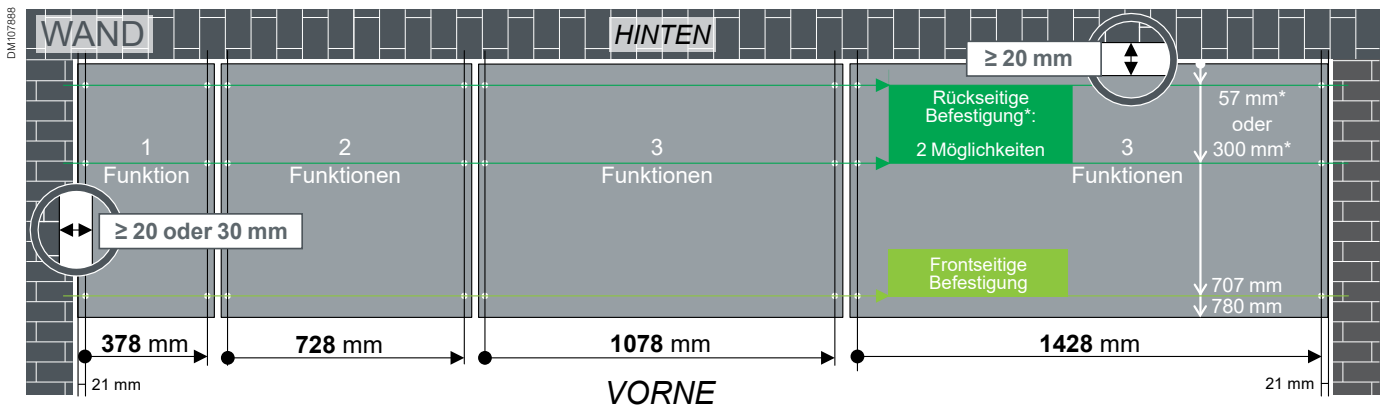

Abb. 1: Prinzipschaltbild Draufsicht - Abmessungen des elektrischen Raums und Befestigungspunkte.
- Abb. 1 und 2 zeigen die erforderlichen Mindestabstände und Befestigungsprinzipien, wenn die RM AirSeT **alleine steht**. Wenn eine erweiterbare RM AirSeT montiert werden muss, ist zusätzlicher Abstand erforderlich (siehe nächste Seite).